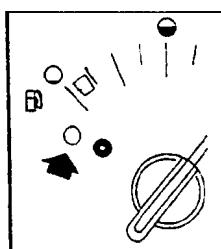

图 1-6 燃油表
(3) 燃油表(图1-6)。当点火开关接通以后，燃油表会显示油箱中还有多少燃油。当指针接近燃油空区域以后，油箱中仍有部分存油，警告驾驶员应注意尽快加油。如果燃油箱内的燃油继续减少，仪表板上的小圆灯会持续亮起，并定期响起钟声，直到加油为止。